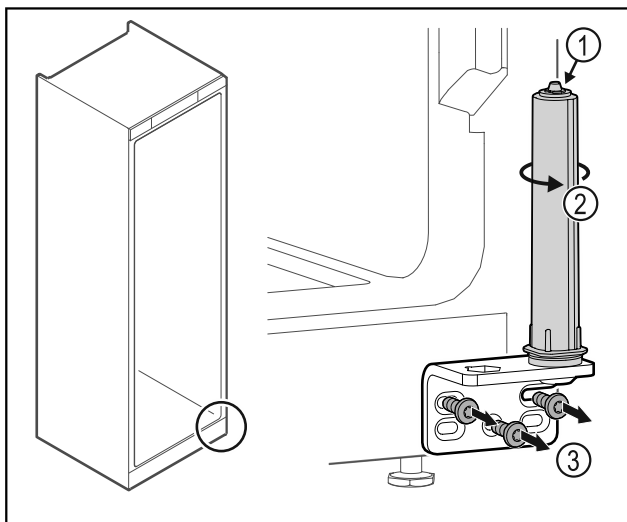

Fig. 25
- ▶ Ne szedje szét az ajtó zárrendszert Fig. 25 (1).
- ▶ Forgassa el a zárrendszert Fig. 25 (2), amíg az be nem kattann.
- ▶ Csavarozza le a csuklópántot Fig. 25 (3).